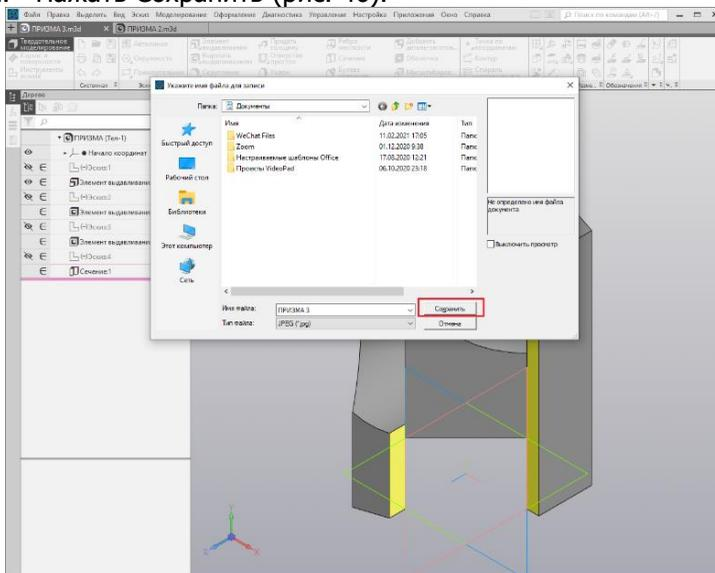

Рис. 46
2. Нажать Сохранить (рис. 46).